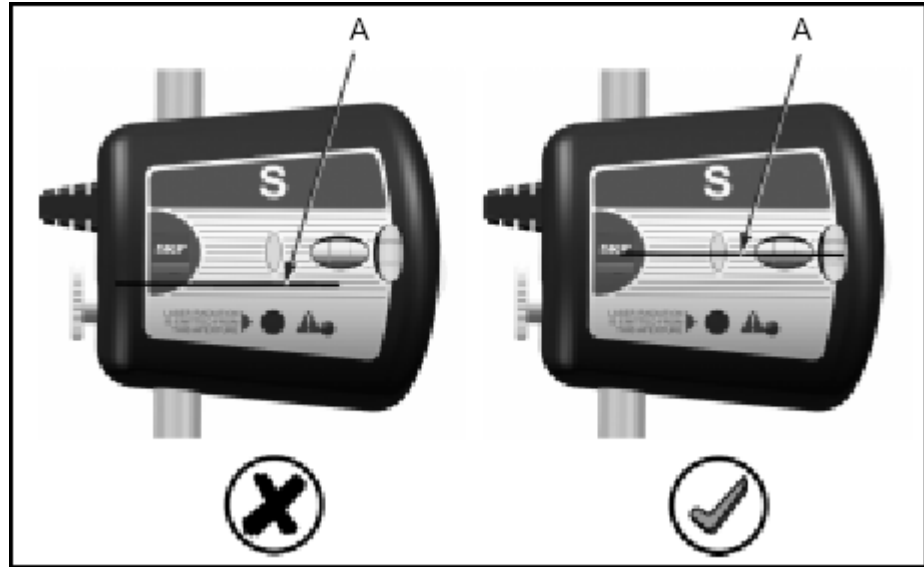

图 13.激光的对准
b) 对准激光光束，直至激光打到相对测量单元上的光靶的中央。（图 13）